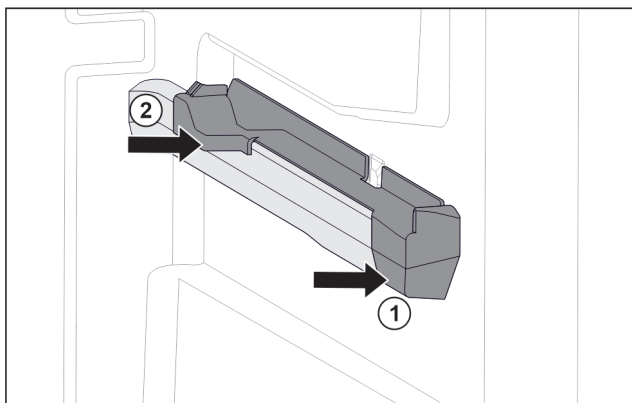

Fig. 109 Element nasadzany na prawym żebrze pojemnika
- ▶ Umieścić element nasadzany z przodu na żebrze pojemnika. Fig. 109 (1)
- ▶ Docisnąć element nasadzany z tyłu. Fig. 109 (2)